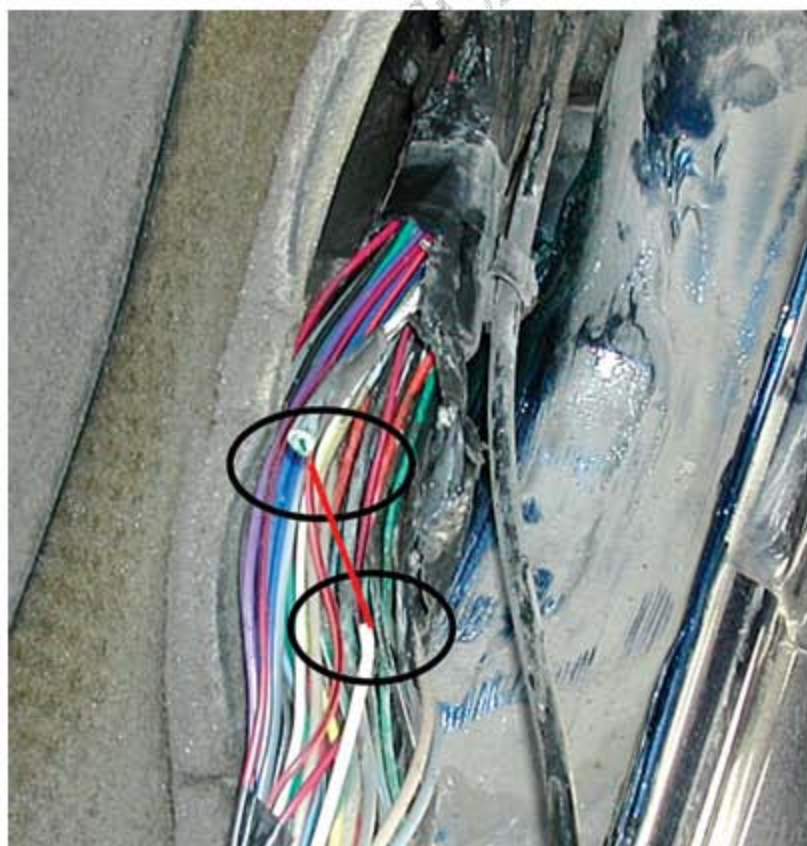

图 5 白色信号线已脱落
- 2). 故障排除：左前门与右前门的开锁信号线共用一个节点 S319，于是笔者拆下覆盖件检查该节点，发现该节点已经腐蚀，左前门的白色开锁信号线已经从节点上脱落(图 5)。笔者认为，该节点位于右前仪表台下，空调系统冷凝水或雨水容易进入导致该节点腐蚀。另外，左前门和右前门的上锁信号线共用一个节点 S311，节点 S311 与节点 S319 位于同一个位置，因此出现故障的频率也较高。